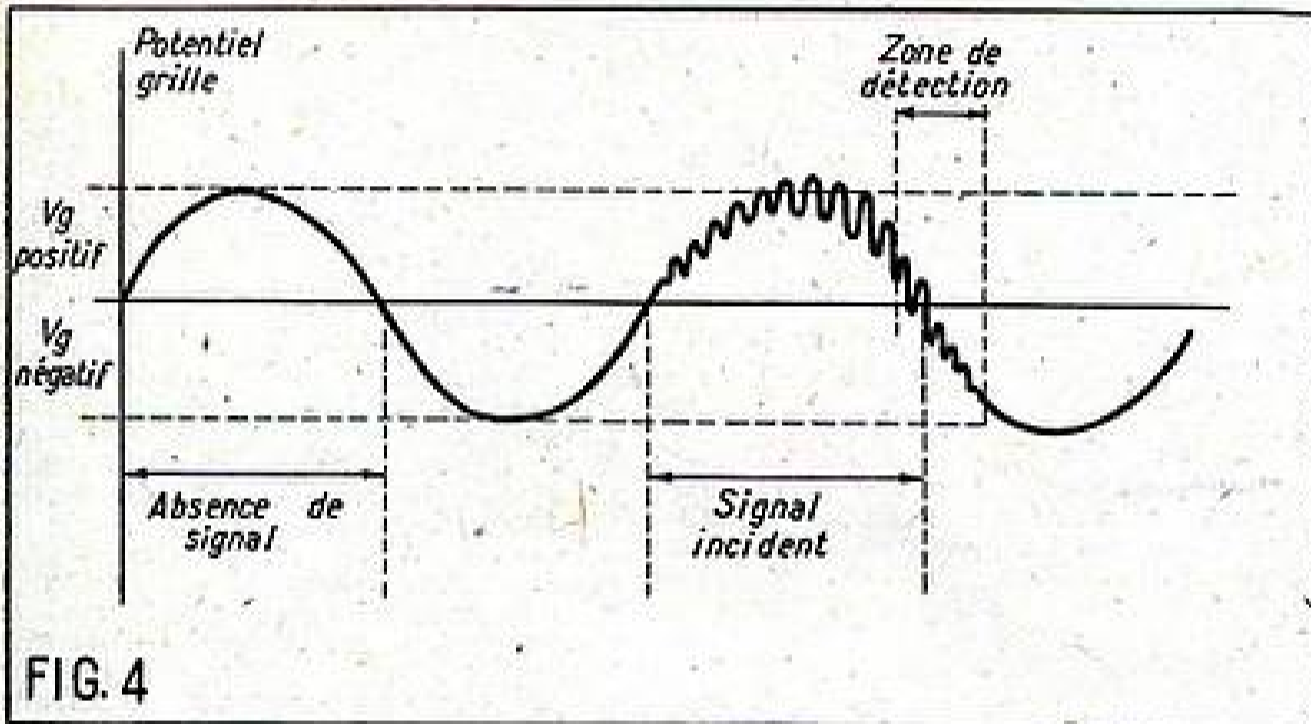

FIG.4
nement va se trouver tantôt dans une partie rectiligne de la caractéristique (entre A et B) tantôt dans une partie courbe (BC). Lorsque le potentiel grille est positif (entre A et E), le circuit d'accord L_3C_3 - L_4C_4 n'oscille pas spontanément, mais s'il arrive un signal, le circuit oscille, son oscillation augmente rapidement et la courbe du potentiel grille prend alors l'allure de la figure 4.